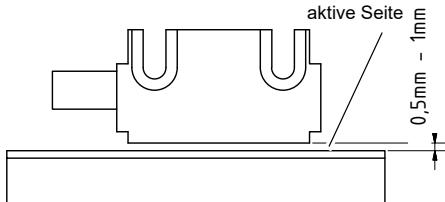

Abb.7-1: Abstand Sensor / Magnetband
Abstandsmaße zwischen Sensor und Magnetband sowie Winkeltoleranzen beachten, diese müssen über die gesamte Meßstrecke eingehalten werden! (☞ Abb.7-1: bis ☞ Abb.7-3:)
- Die Abstandstoleranz zwischen Sensor und Magnetband ist nicht mehr über die gesamte Meßstrecke eingehalten, der Sensor streift auf dem Magnetband (☞ Abb.7-1:).
- Der Magnetsensor ist nicht entsprechend ☞ Abb.7-1: und ☞ Abb.7-2: ausgerichtet.